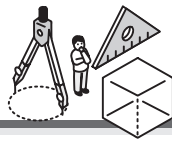

図3 分光シートで観察したLED
- ・分光シート（透過型回折格子）を使って光（蛍光灯や電球、LED）を観察してみましょう（図3）。